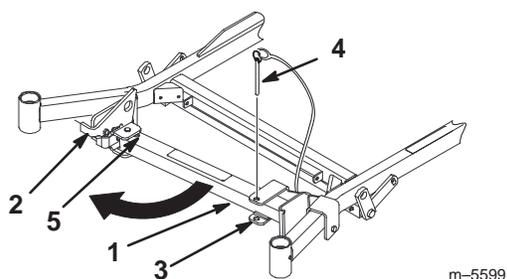

Figure 30
2. Retirez la goupille de support (Fig. 30).
3. Soulevez le verrou. Déployez le pied du support et poussez le support vers la machine, au bas de la fente (Fig. 30 et 31).
4. Ramenez le support à sa position de repos (Fig. 30).